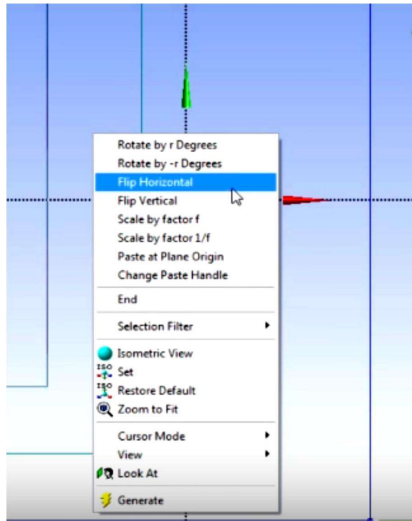

Рис. 2.5. Виноски розмірностей
**FLIP GORISONTAL / PASTE AT PLATE ORIGIN** (рис. 2.5, 2.6)